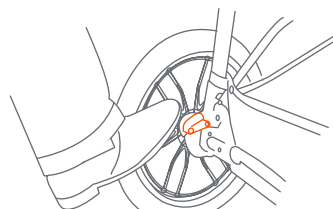

Fig. 14
- 14) • Pour serrer les freins, appliquez une pression vers le bas sur les leviers de frein situés sur l'essieu arrière. Il peut être nécessaire de bouger la poussette vers l'avant ou l'arrière afin de serrer le frein (Fig. 14). Vérifiez que la poussette ne bouge pas et que les freins sont correctement engagés. Pour desserrer, soulevez légèrement le levier de frein.